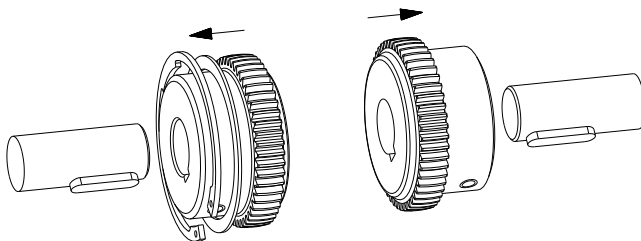

Bild 12
- Schieben Sie eine Nabe und eine Nabe mit Anlaufring und Sicherungsring auf die Wellen der An- und Abtriebsseite (siehe Bild 12).